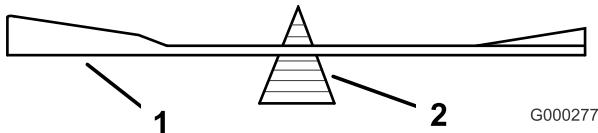
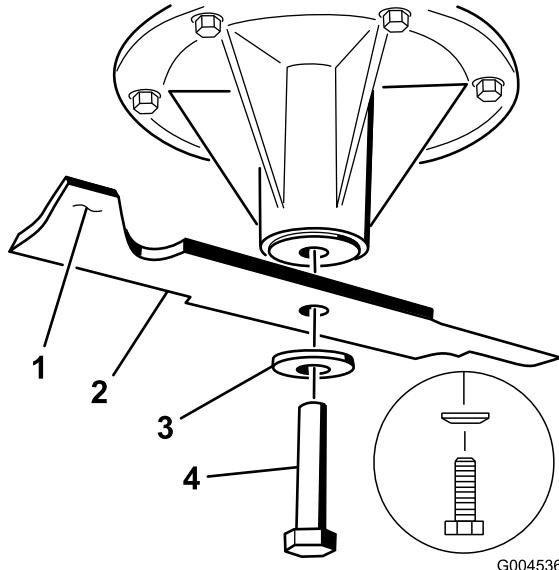

Bild 95
Bild 96
2. Überprüfen Sie die Auswuchtung des Schnittmessers auf einer Ausgleichsmaschine (Bild 95). Wenn das Schnittmesser in seiner horizontalen Position bleibt, ist es ausgewuchtet und kann wiederverwendet werden. Feilen Sie, wenn das Schnittmesser nicht ausgewuchtet ist, vom Flügelbereich des Messers etwas Metall ab (Bild 96). Wiederholen Sie diesen Vorgang, bis das Messer ausgewuchtet ist.
**Hinweis:** Stellen Sie sicher, dass der Konus der Wellenscheibe in der Richtung des Schraubenkopfs befestigt ist (Bild 96).
2. Befestigen Sie das rechte Messer, die Wellenscheibe und die Messerschraube (Schraube mit Linksgewinde) an der Spindel (Bild 97 und Bild 96).
1. Befestigen Sie die linke und mittlere Messerschraube, die Wellenscheibe und die Messerschrauben an den Spindelwellen (Bild 97 und Bild 96).